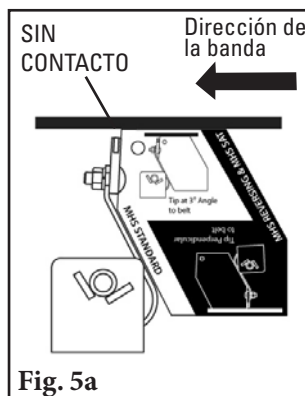

Fig. 5a
5. **Establezca el ángulo de la hoja.** Centre el eje/hojas en la banda. Gire el eje hasta que las puntas se alineen con el lado blanco de "MHS estándar" del calibrador de ajuste de la punta que se incluye (Fig. 5a). Apriete los dos tornillos de sujeción en cada montaje de eje de torsión para bloquear el eje en su lugar (Fig. 5b). No debe haber contacto de la hoja a la banda mientras bloquea el eje en la posición correcta. Si hay contacto, revise dos veces la medida del Paso 1.